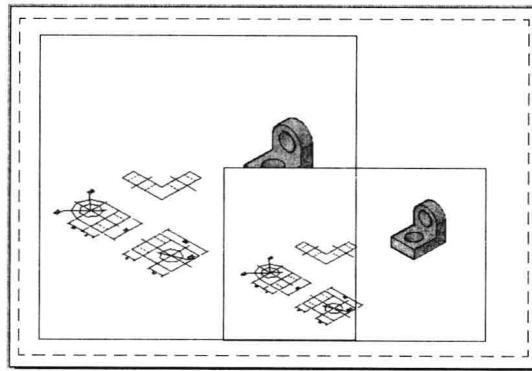

图 10-6-1
(1) 双击素材文件“10-6.dwg”，打开图形文件，在状态栏中单击“快速查看布局”按钮，显示布局和模型空间缩略图，单击“布局 1”，进入“布局 1”图纸空间。
(2) 在界面顶端快速访问工具栏中单击“打印”按钮，打开打印对话框，选择联机的打印机名称，选择图纸的尺寸为“A4”，单击“应用到布局”按钮，单击“取消”按钮。
(3) 此时布局选项卡上的图纸由默认的图纸尺寸改为 A4 图纸，单击视口边界线，按 Delete 键，删除默认的视口。
(4) 在“图层”面板中选择图层名称“视口”，选择菜单命令“视图/视口/一个视口”，分别在图纸上绘制两个矩形视口，如图 10-6-1 所示。